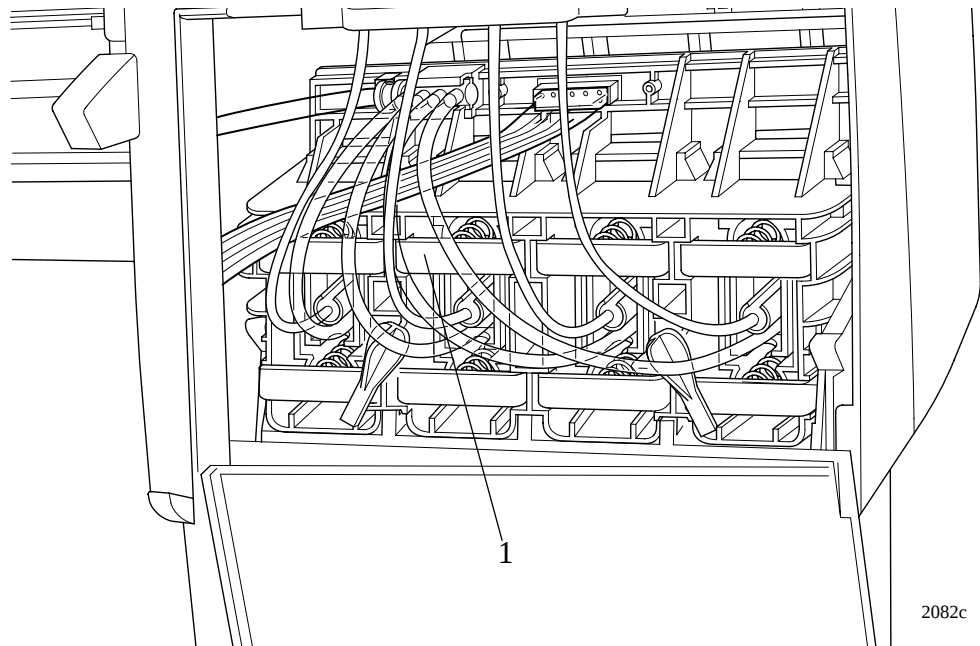

図 11 : インク カートリッジ チューブ コネクタ (引き出した状態)
- 4 インク カートリッジ チューブ コネクタ アッセンブリを手前にスライドさせます (図11参照)。